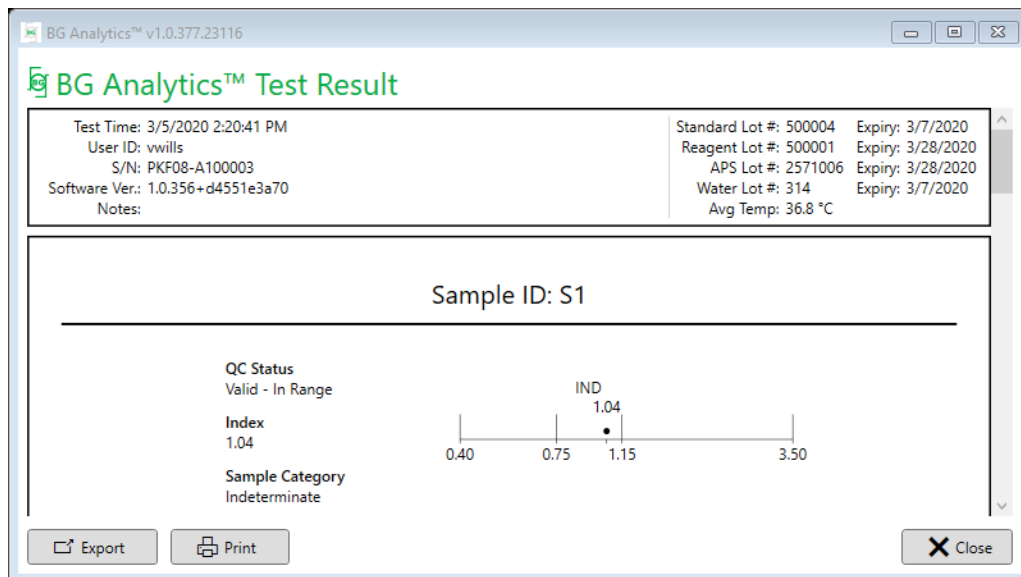

Figura 17. Rapporto contenente i risultati del test BG Analytics® per il campione P1 con risultato indeterminato
BG Analytics® visualizza il rapporto **Test Result** (Risultati del test). Un esempio del rapporto è mostrato in Figura 17.
- Stato del controllo di qualità (QC), indice, categoria del campione
- All'interno del grafico verrà contrassegnato il valore dell'indice compreso nell'intervallo tra 0,40 e 3,50. L'indice indeterminato verrà contrassegnato tra 0,75 e 1,15. La Figura 17 mostra un esempio di un campione con stato QC valido e valore dell'indice indeterminato.